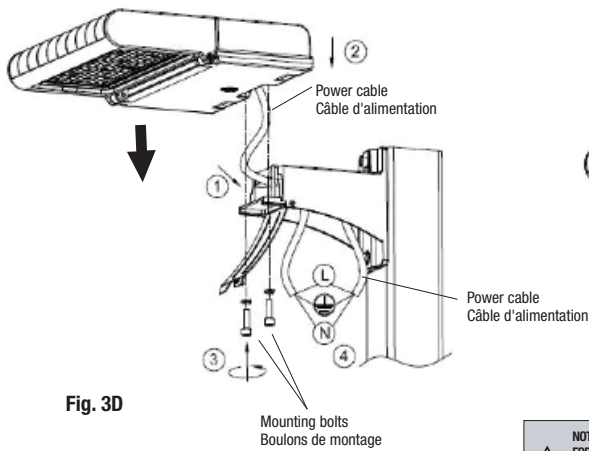

Fig. 3D
5. Passer le câble d'alimentation du poteau à travers le bras à angle droit (Fig. 3D).
6. Passer le câble d'alimentation du luminaire à travers le bras à angle droit (Fig. 3D).
7. Installer le luminaire sur le bras à angle droit. Faites glisser le luminaire dans les rainures du joint d'articulation et le fixer avec les boulons de montage (Fig. 3D).
8. Effectuer les connexions électriques à l'intérieur du compartiment de câblage du bras à angle droit. Raccorder le fil blanc du luminaire au fil NEUTRE blanc d'alimentation, le fil noir du luminaire au fil d'alimentation de PHASE noir, le fil de mise à la terre vert au fil de mise à la terre vert en utilisant des capuchons de connexion (Fig. 3D).